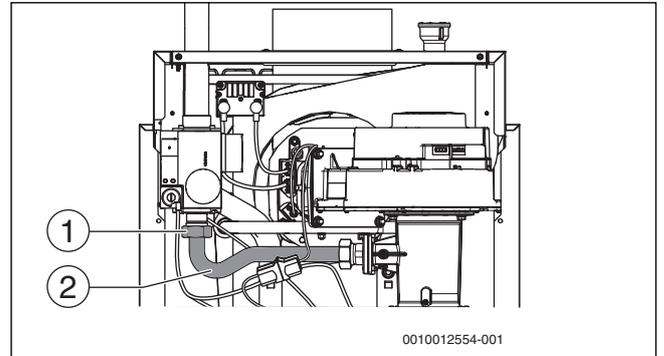

Bild 40 Überwurfmutter mit Gasrohr
- ▶ Überwurfmutter (→ Bild 40, [1]) des Gasrohres (→ Bild 40, [2]) lösen.